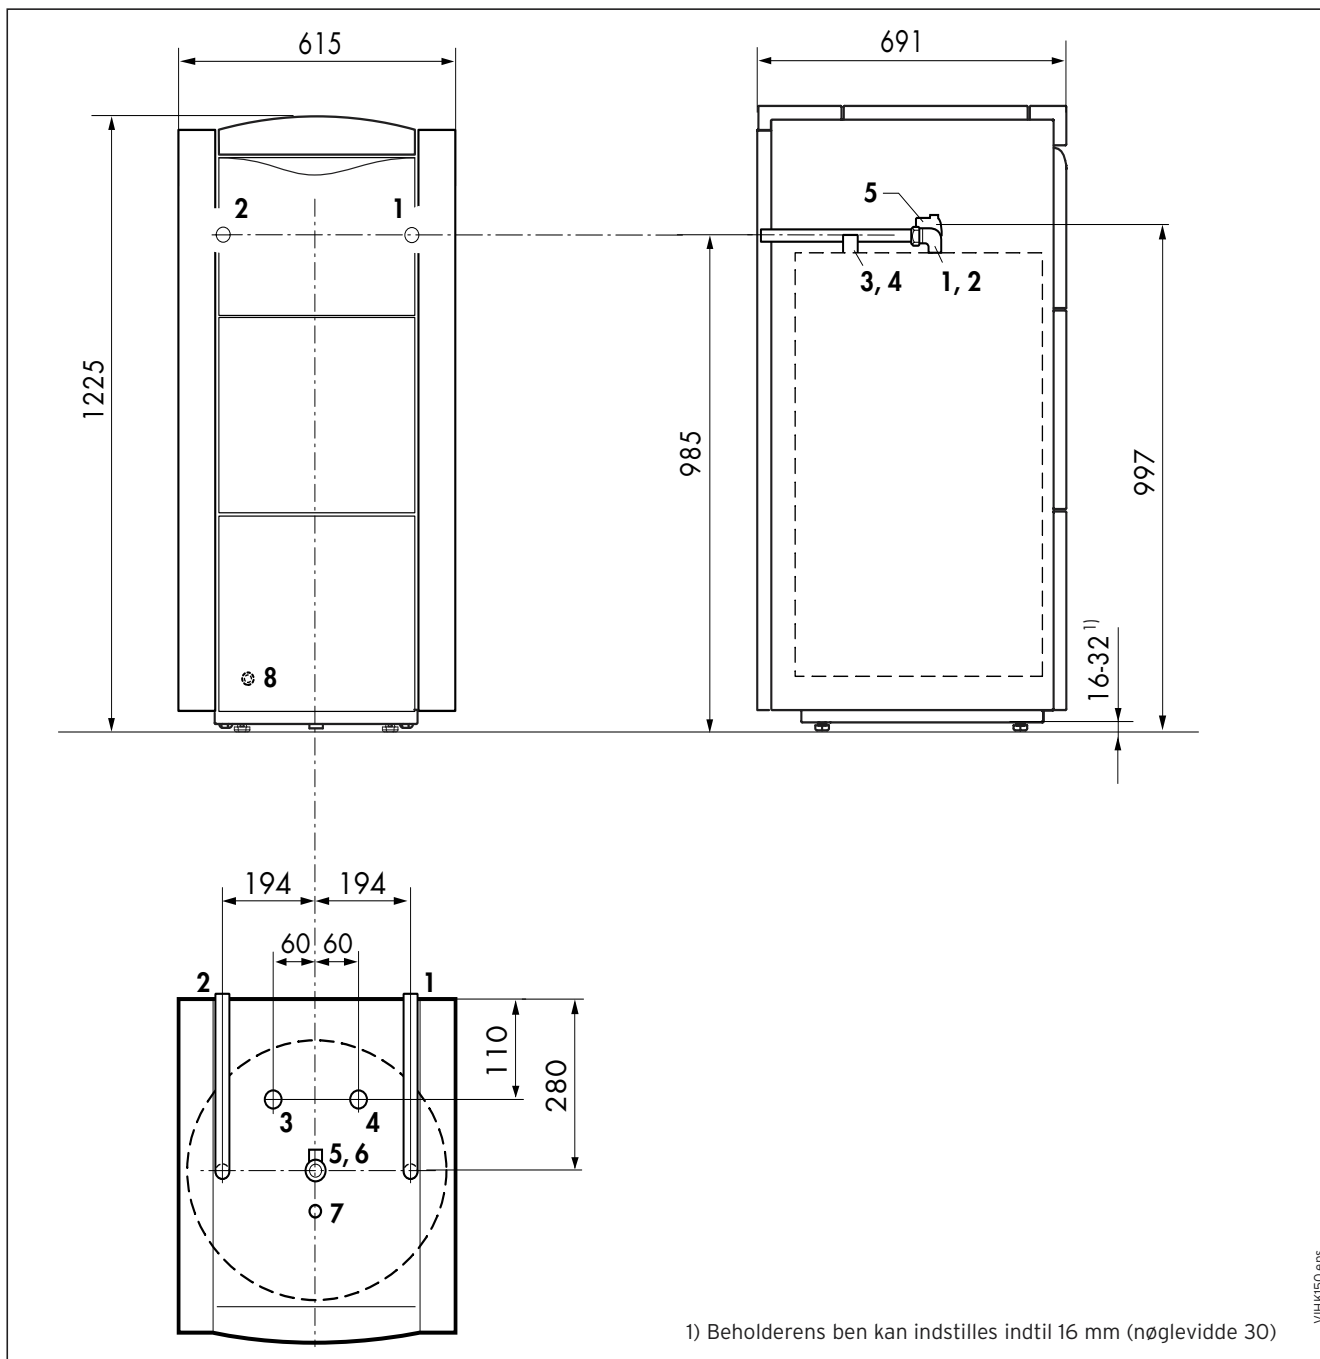
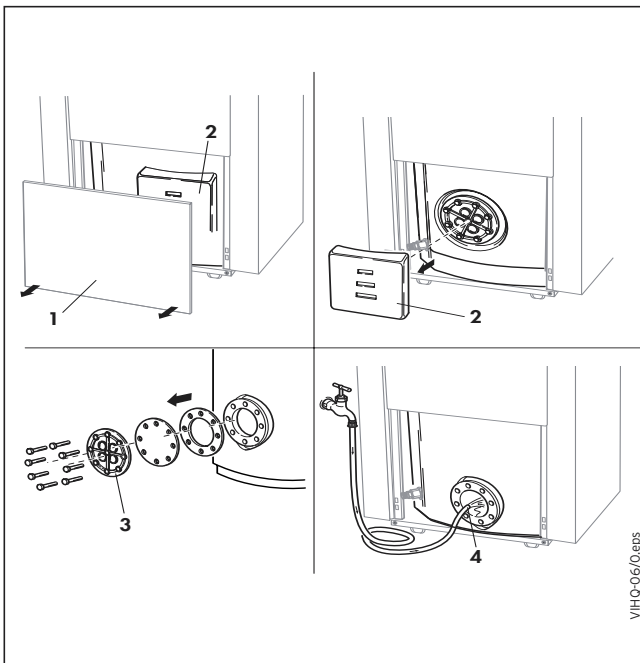

Fig. 4.2 Målskitse
Fig. 6.1 Indvendig rengøring af beholderen
- Tag den nederste del af frontkabinettet af (se også fig. 6.1).
- Sæt en slange på aftapningsventilen på varmtvandsbeholderen (se fig. 4.2 punkt 8 og fig. 6.1).
Brug under montagen beholder- og tilslutningsmålene som vist i fig. 4.2.